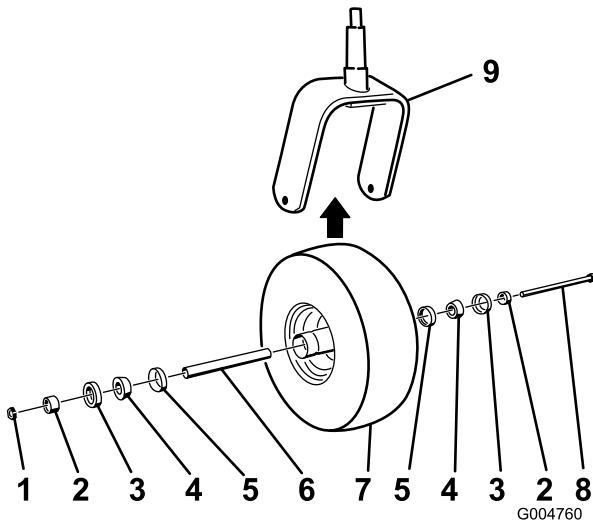

Figure 52
5. Montez la roue pivotante en poussant les roulements à rouleaux coniques et les joints, garnis de graisse, dans le moyeu, en les positionnant comme indiqué à la Figure 52.
2. Enlevez le contre-écrou du boulon qui fixe la roue pivotante à la chape (Figure 52).